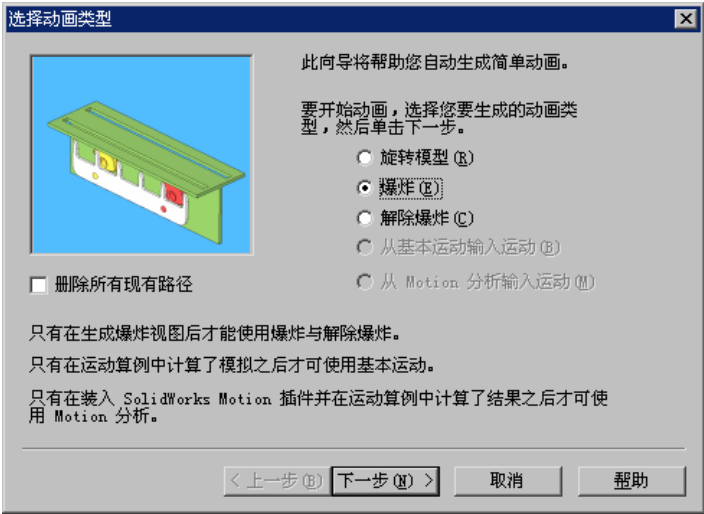

图 9.2.13 “选择动画类型”对话框
Step10. 在运动算例界面的工具栏中单击  按钮，系统弹出“选择动画类型”对话框，如图 9.2.13 所示，选中  爆炸 (E) 单选项。